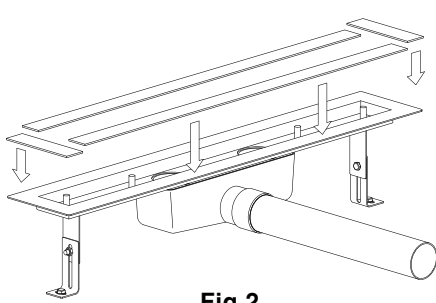

Fig.2
- 1.2- Cortar tiras de butilo de doble cara según la longitud de la canaleta y cubrir el ala completamente (ver Fig.2).
- 1.2- Cover the linear drain flange totally with the butyl strips (see fig. 2) and take out the protections.